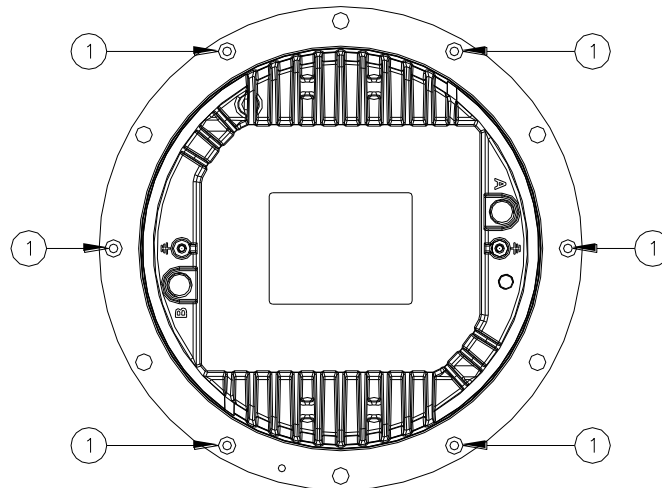

Figura 17 – Viti di fissaggio del coperchio inferiore
- Separare il coperchio inferiore dalla calotta svitando le sei viti di bloccaggio TSP TORX M5x10 (Figura 17- n°1).
- sei viti di bloccaggio TSP TORX M5x10 (Figura 17- n°1);
Verificare il corretto posizionamento delle guarnizioni O-Ring tra calotta e coperchio inferiore (Figura 19– n°2 e 3); montare il coperchio inferiore nella calotta e chiuderla con le sei viti TSP TORX M5x10 (Figura 17- n°1). Uno strato di adesivo anaerobico frenafili medio (per esempio LOXEAL 24-18) può essere applicato alle viti prima dell'installazione; coppia di serraggio 2,5 Nm.